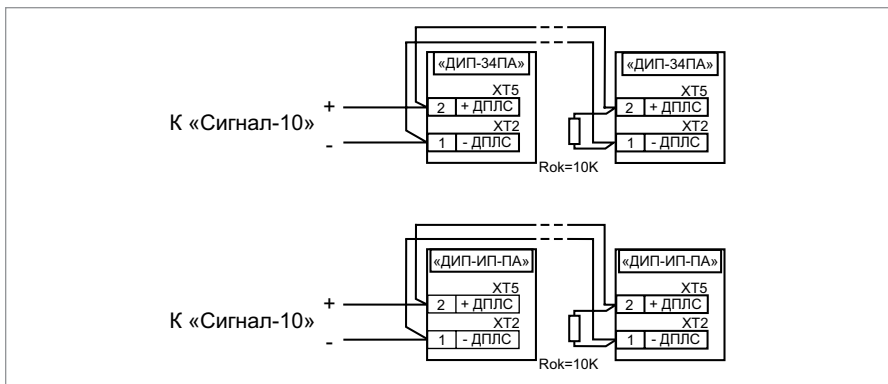
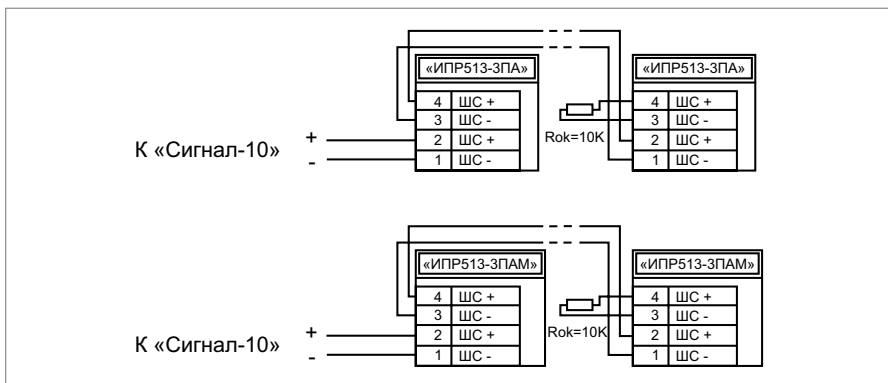

Рисунок 6. Схема подключения извещателей «ДИП-34ПА», «С2000-ИП-ПА»
Рисунок 7. Схема подключения извещателей «ИПР-513-3ПА», «ИПР-513-3ПАМ»
6. Схемы подключения адресно-пороговых датчиков приведены на Рисунок 6, Рисунок 7.